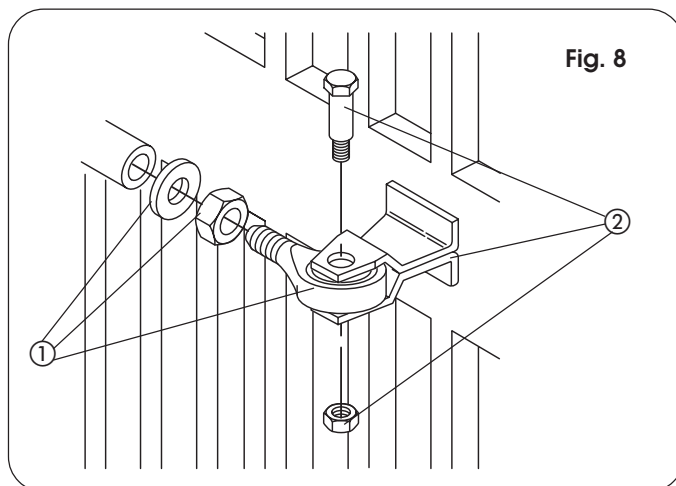

Fig. 8
- 3) Atornille hasta la mitad el empalme anterior en el vástago (ref. ① Fig. 8) y apriete con la fuerza suministrada en dotación.
- 7) Monte el empalme anterior en el vástago (ref. ②, Fig.8).